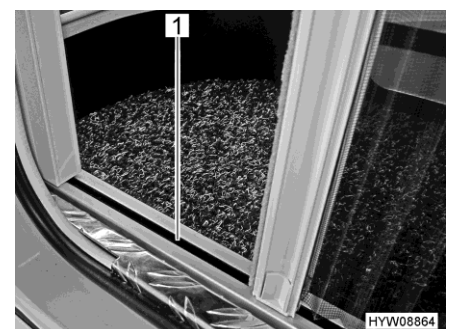

Bild 36 Insektsskydd (nedre ledning)
- ▷ Ta tag i listen med båda händer när du stänger och öppnar. Det minskar risken att insektsskyddet låser sig i ledningarna (Bild 36,1).